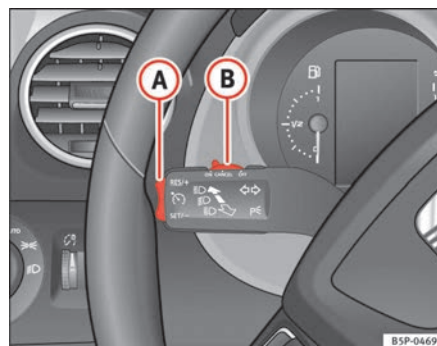

Fig. 131 Palanca de intermitentes y de luz de carretera: mando y tecla basculante para el regulador de velocidad
- Presione la parte superior de la tecla basculante **RES/+** → fig. 131 **A** para aumentar la velocidad. El vehículo acelerará mientras mantenga la tecla presionada. Al soltar la tecla quedará memorizada la nueva velocidad.
Si se reduce la velocidad programada pisando el pedal del freno, se desactiva el regulador de velocidad. Si quiere activar de nuevo el regulador, bastará con presionar una vez la parte superior de la tecla basculante **RES/+** ⇒ fig. 131 **A**.